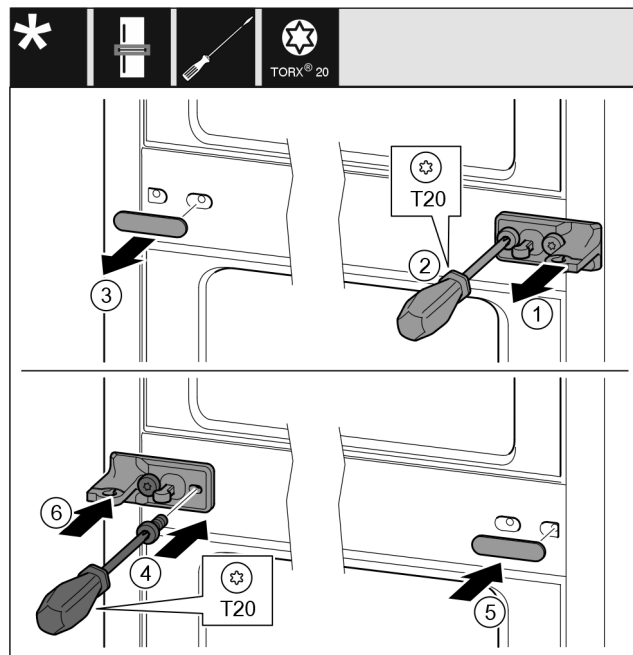

Fig. 33
- ▶ Zdjąć podkładkę. Fig. 33 (1)
- ▶ Śruby wykręcić przy pomocy śrubokręta T20. Fig. 33 (2)
- ▶ Ostrożnie zdjąć ostłonę. Fig. 33 (3)
- ▶ Płytkę zawiasu wraz z folią obrócić o 180° przykręcić z drugiej strony. Fig. 33 (4)
- ▶ Ostłonę obrócić o 180° założyć z drugiej strony. Fig. 33 (5)
- ▶ Podkładkę wsunąć od przodu. Fig. 33 (6)